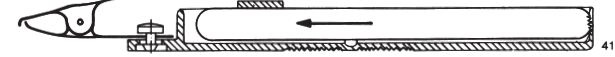

Fig. 2.2 Position du tube à diffusion dans le support, pendant la mesure
4.3 Glisser la partie du tube contenant la couche indicatrice, dans le sens de la flèche, dans la partie supérieure du support et la presser dans la partie inférieure. Glisser à présent le tube vers le bas jusqu'à ce que le bord en verre du côté ouvert, repose sur la partie inférieure du support (fig. 2.2).